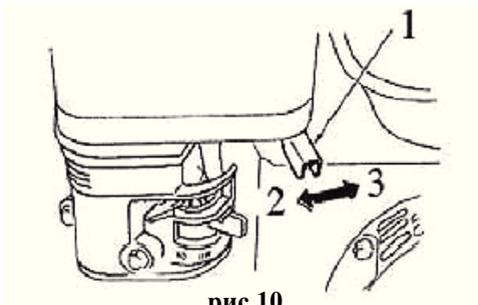

рис.10
- установить рычаг управления дроссельной заслонкой вправо (см. рис. 10).
- установить рычаг управления дроссельной заслонкой влево (см. рис. 10)